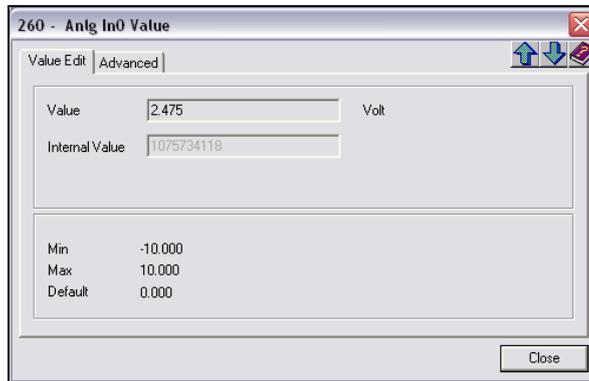

图 1-58 查看 260 号参数 (只读参数)
(2) 向下滚动到参数 260[Anlg In0 Value (模拟量输入 0 数值)], 然后双击该参数进行查看, 如图 1-58 所示。